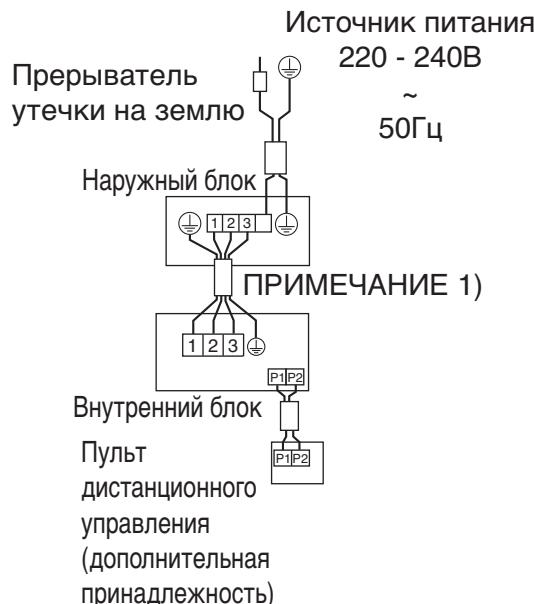

Рис. 31
- Парный тип:** 1 пульт дистанционного управления управляет 1 внутренним блоком (стандартная система). (См. рис. 31)